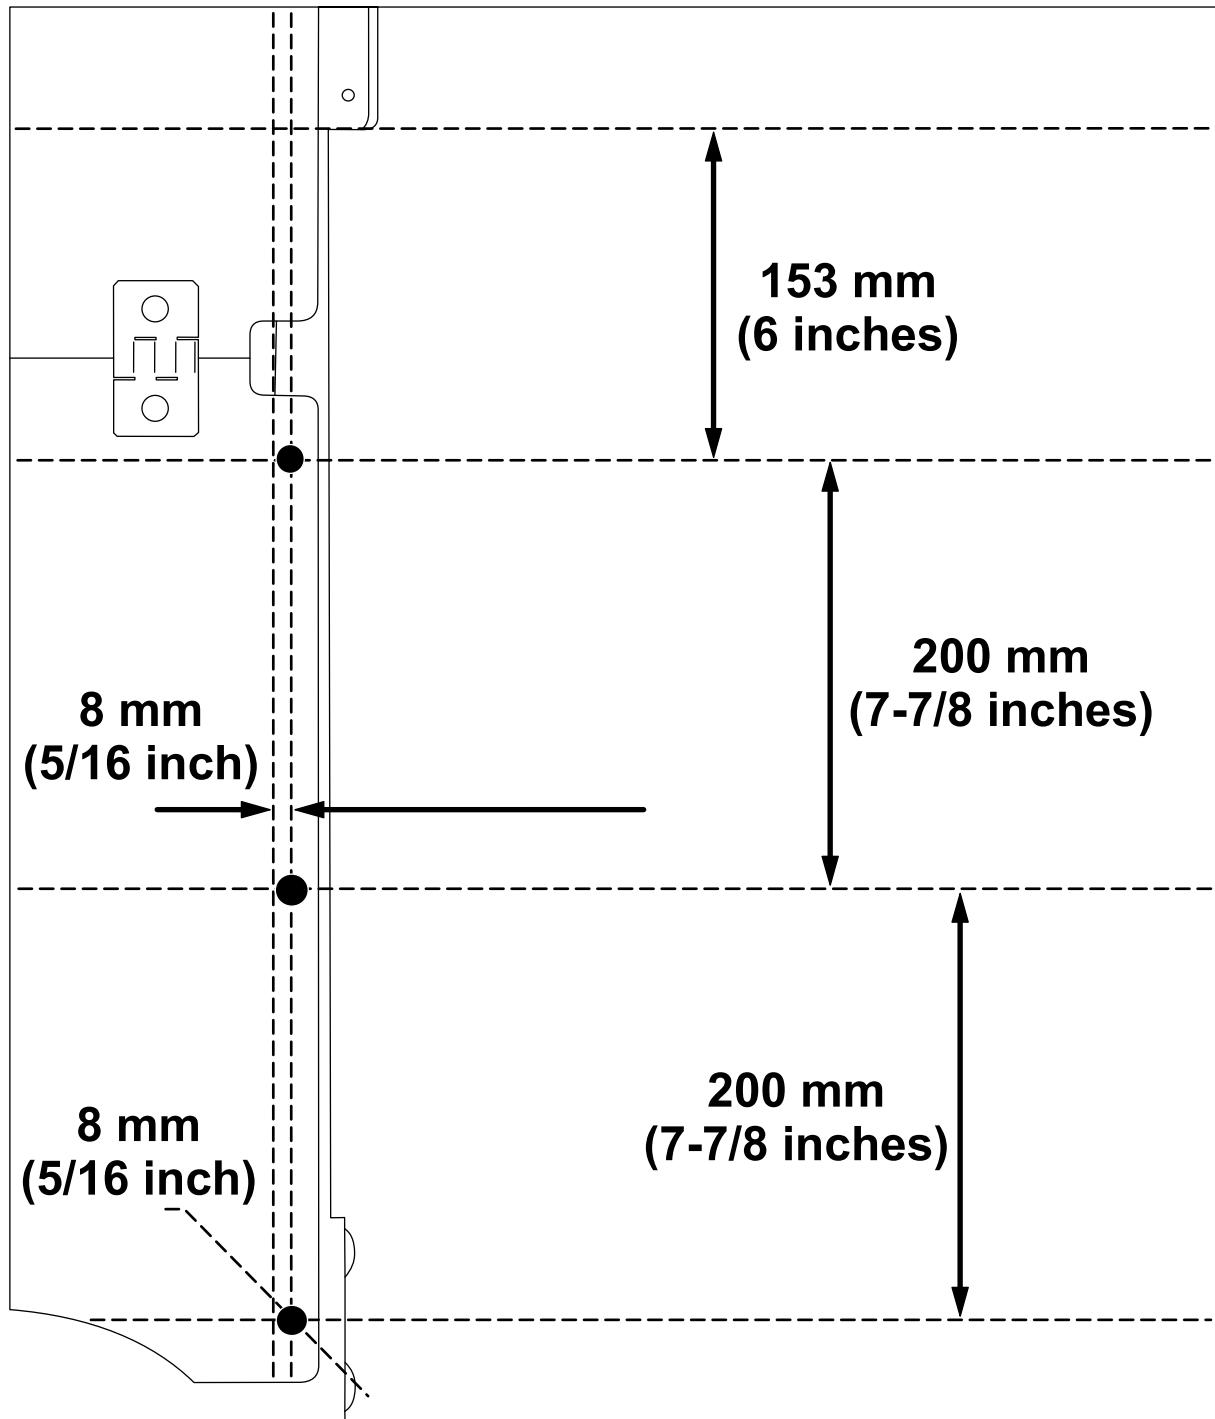

Figura 6
1. Marque y perfore 3 taladros (8 mm) en cada tubo de soporte de la capota usando las medidas indicadas en Figura 6.